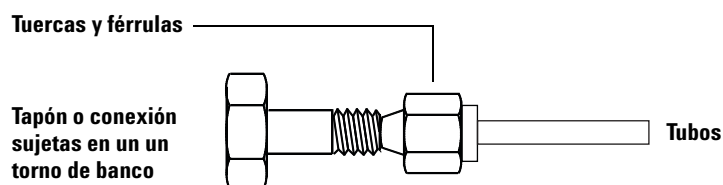

Figura 9 Montaje de la conexión
- 3 Introduzca la tubería en el tapón de acero inoxidable (Figura 9).